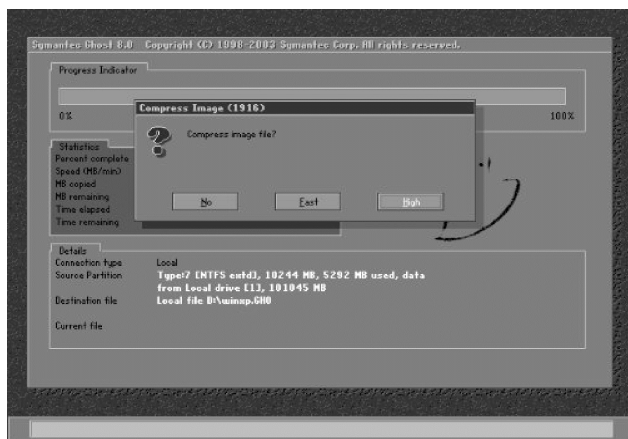

图 14-25 选择压缩比例
(5) 选择压缩比例, 其中“NO”选项表示不压缩、“Fast”选项表示低压缩、“High”选项表示高压缩。如图 14-25 所示。压缩率越高, 制作出来的备份文件容量越小, 但所用的时间也就越长。